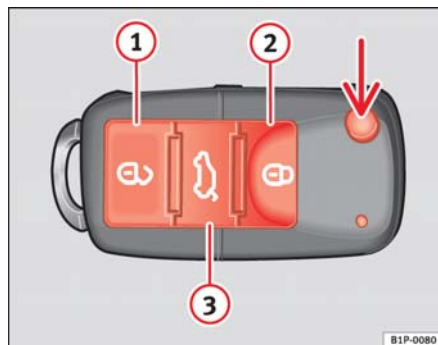

Fig. 63 Teclas de la llave con mando a distancia
Con la tecla $\Rightarrow$ fig. 63 (flecha) del mando, se desbloquea el paletón de la llave.
Desbloqueo del vehículo $\Rightarrow$ fig. 63 ①. Las puertas y el portón trasero se desbloquean.
Bloqueo del vehículo $\Rightarrow$ fig. 63 ②.
Desbloqueo del portón trasero. Pulse la tecla $\Rightarrow$ fig. 63 ③ hasta que todos los intermitentes del vehículo parpadeen brevemente. Al pulsar la tecla de desbloqueo $\Rightarrow$ fig. 63 ③, dispone de 2 minutos para abrir el portón. Una vez transcurrido este tiempo se bloqueará de nuevo.
Además, el testigo de la pila de la llave $\Rightarrow$ fig. 63, parpadea.
Pulsando una vez la tecla $\Rightarrow$ fig. 63 ①, se abrirá sólo la puerta de conductor, permaneciendo el resto cerradas.
⇒ página 103, fig. 63 desde la cerradura de la puerta del conductor.